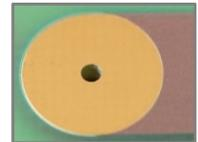

Bild 1
- Das Lötergebnis sowie die daraus resultierenden Haltekräfte setzen eine optimale Padgeometrie voraus. Die Padgröße wurde ausgehend von IPC TM 650 bzgl. Haftfestigkeit von Kupferlagen auf FR4 speziell auf das Bauteil abgestimmt, i.d.R. sind keine weitere Maßnahmen beim Layoutdesign notwendig (Bild 1).